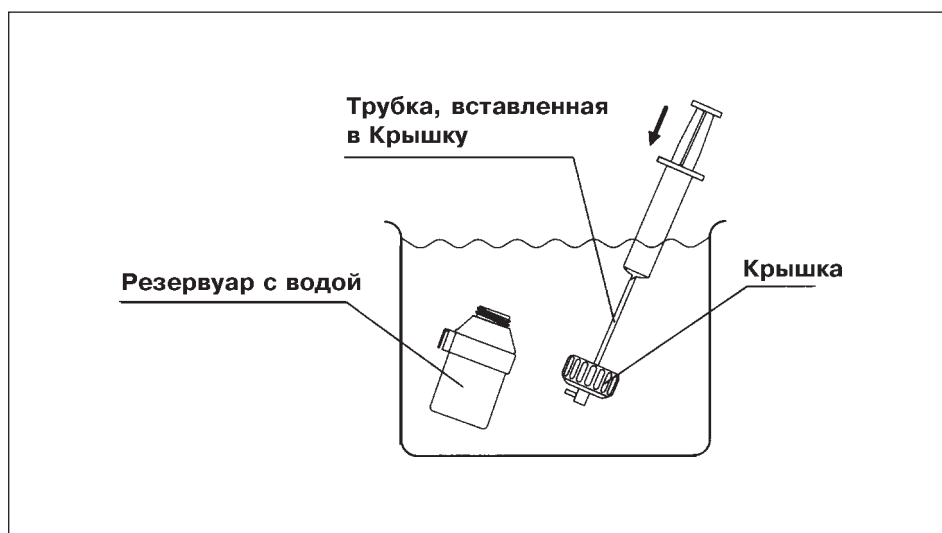

Рис. 6.12
5. Отсоедините шприц от Трубки, вставленной в Крышку Резервуара, после чего оставьте оборудование погруженным в дезинфицирующем растворе в течение периода времени, рекомендованного производителем дезинфицирующего раствора (См. рис. 6.12).